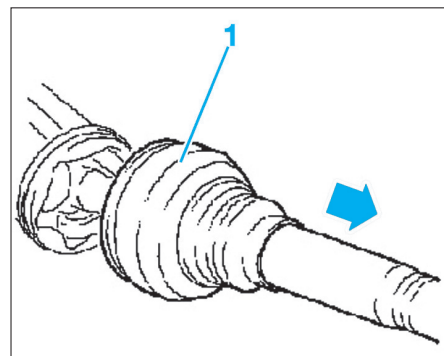

Fig. 6
- Sortir le soufflet côté boîte de vitesses (1) par l'extérieur (flèche) (Fig.6).